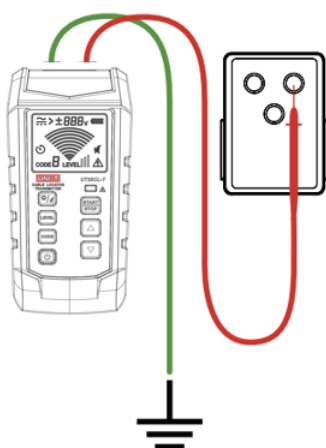

Figure 7.1.1a Connexion correcte en utilisant la mise à la terre indépendante
2. Connectez le convertisseur de prise à la prise, et connectez le cordon de test rouge au fil sous tension (du côté de la charge du système). Le signal est généré uniquement entre l'alimentation électrique et le côté charge connecté à l'émetteur. Comme le montre la figure 7.1.1a.